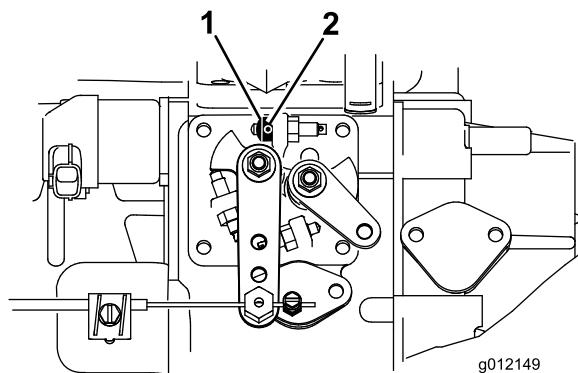

Bild 6
1. Lösen Sie die Stellschraube am Gasbedienungsanschlagnag (Bild 6).
2. Schieben Sie den Gasbedienungsanschlagnag auf die hohe Leerlauf-Anschlagschraube (Bild 6). Das abgeschrägte Ende des Gasbedienungsanschlagnags muss nach außen zeigen.